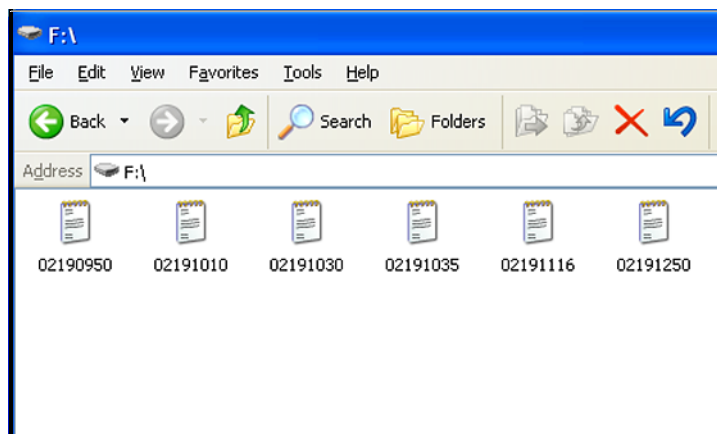

Figure 56: Liste des enregistrements
2. Cliquez sur l'icône Disque amovible ; un écran semblable à celui de la *Figure 56* ci-dessous s'affiche. Les enregistrements disponibles sont répertoriés dans la fenêtre.